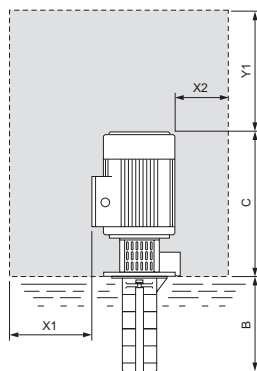

Рис. 6 Монтажные размеры
2. Если насос оснащён вентиляционным клапаном, клапан следует открыть, см. рис. 6.